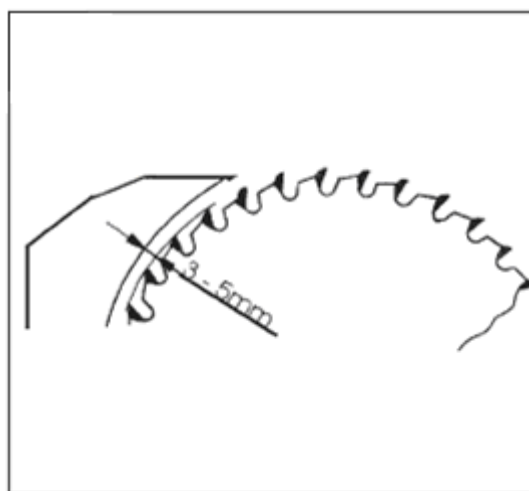

Fig. 14
1. Îndepărtați apărătoarea pânzei de ferăstrău (2).
2. Scoateți plăcuța de banc (6).
3. Desfaceți cele două șuruburi cu cap hexagonal (24).
4. Reglați pana de despicare (5) astfel încât spațiul dintre pânda (4) și pana de despicare (5) să fie egal cu 3 - 5 mm (vezi Fig. 14).
5. Pana de despicare (5) trebuie să fie aliniată cu pânda (4) în direcție longitudinală.
6. Strângeți din nou cele 6 șuruburi (24).